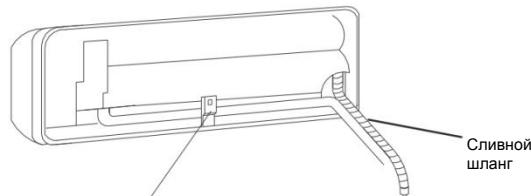

Рис. 9
2. Подсоединение левой задней трубы (аналогично левой нижней трубке). (Опционально, см. Рис. 9)
На схеме показано правостороннее расположение сливного шланга, см. Рис. 9.